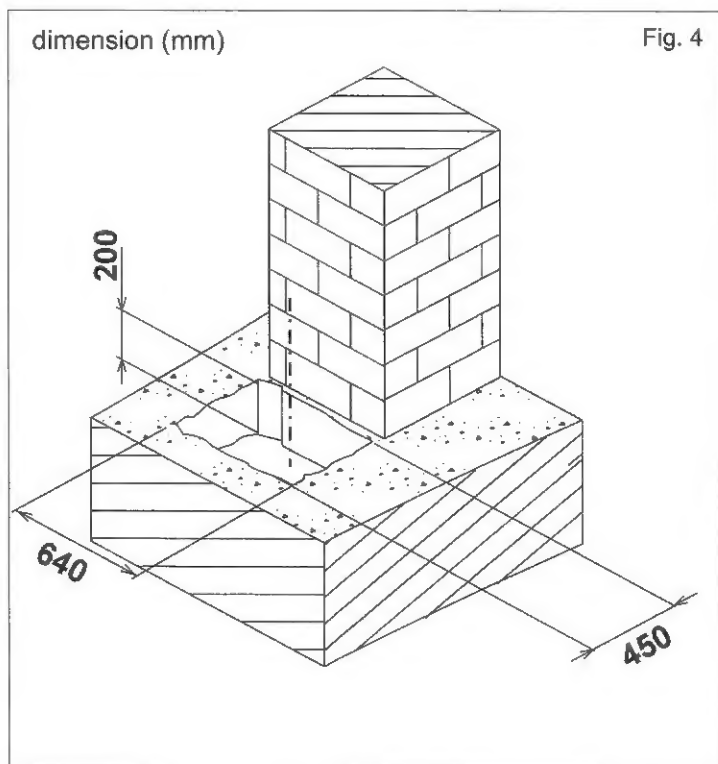

Fig. 4
2.1. La tranchée qui contiendra le caisson doit avoir les dimensions indicatives reportées dans Fig. 4.